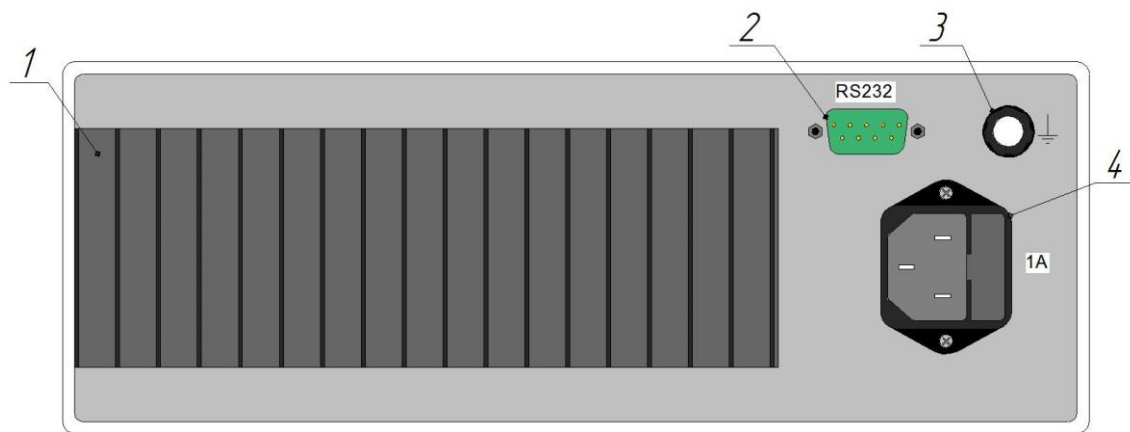

Рисунок 2
1.3.5 На задней панели омметра (рисунок 2) расположены: